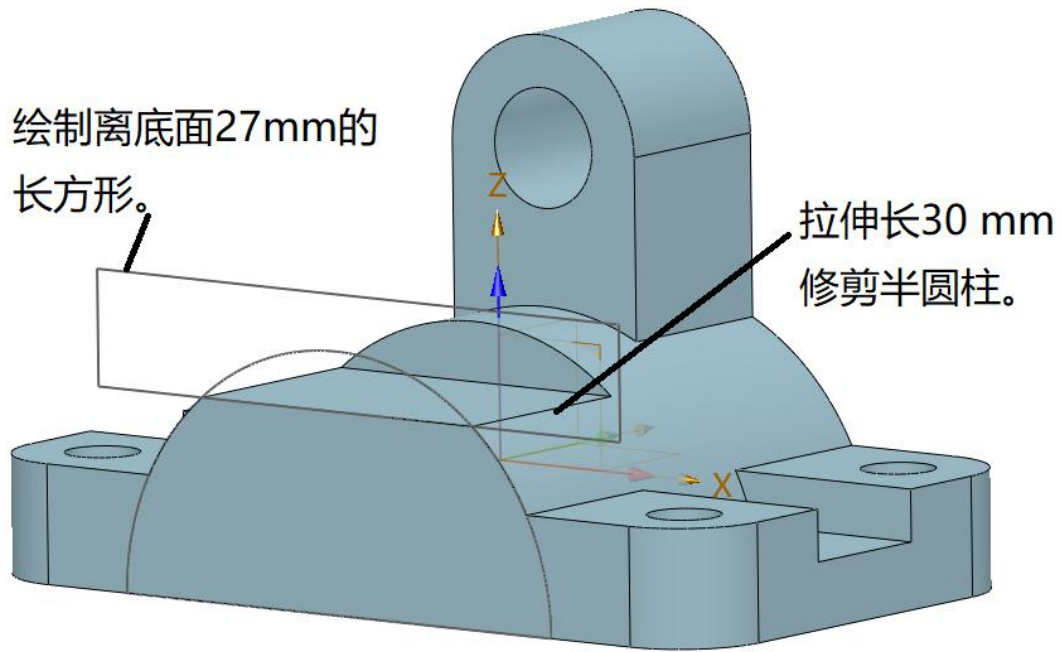

图 7-7 凸台绘制
5、构建大圆柱上高 27mm，宽 30mm 的平台。如图 7-7 所示。